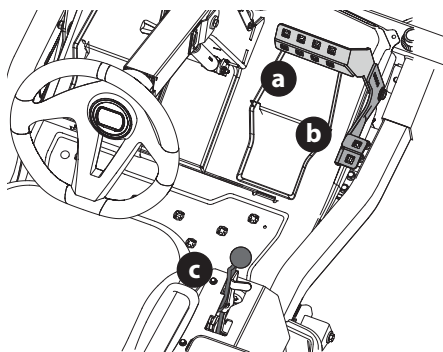

Fig. 22
2. Para conducir hacia ADELANTE, presione lentamente el pedal de marcha adelante (a) hasta alcanzar la velocidad deseada (Fig. 22).
- Para que el tractor se detenga o ande más despacio, saque el pie del pedal de transmisión marcha adelante (a) o atrás (b). Para bloquear el freno de mano, coloque los pedales de control de la conducción en punto muerto y tire de la palanca del freno de mano (c) hacia atrás hasta que bloquee en la posición de "encendido" (Fig. 22 en la página 52).
- Para conducir marcha atrás, verifique que el área de atrás esté despejada, luego presione lentamente hacia abajo el pedal de transmisión marcha atrás (b) con la parte anterior de la planta (NO con el talón) hasta alcanzar la velocidad deseada (Fig. 22 en la página 52).